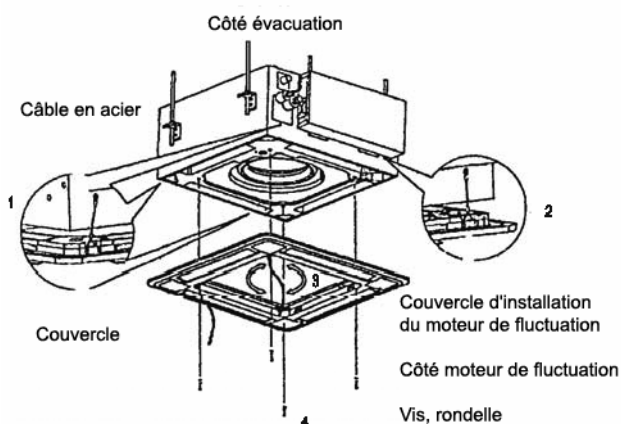

Figure 11
(2) Installez le panneau.
- a. Alignez correctement le moteur de fluctuation du panneau et le bac à condensats du corps principal. (cf. figure 11)
- b. Accrochez les quatre cordons fixes du corps principal au couvercle d'installation et aux trois autres couvercles du moteur de fluctuation. (cf. figure 11)
- c. Posez le panneau sur le corps principal à l'aide des vis (M5x16) et des rondelles. (cf. figure 11)
- e. Réglez doucement le panneau en direction de la flèche de la figure 11 (3) pour faire coïncider le centre du panneau et le centre du trou au plafond. Assurez-vous que les boulons de suspension des quatre coins sont correctement fixés.